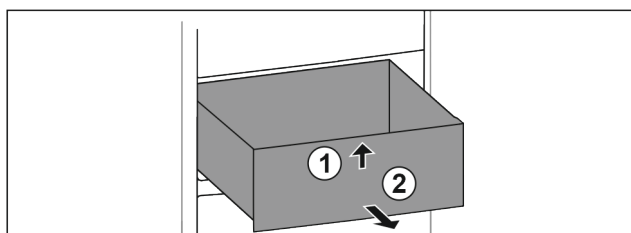

Fig. 98
- ▶ Emelje meg a fiók elejét. Fig. 98 (1)
- ▶ Vegye ki a fiókot előrefelé. Fig. 98 (2)